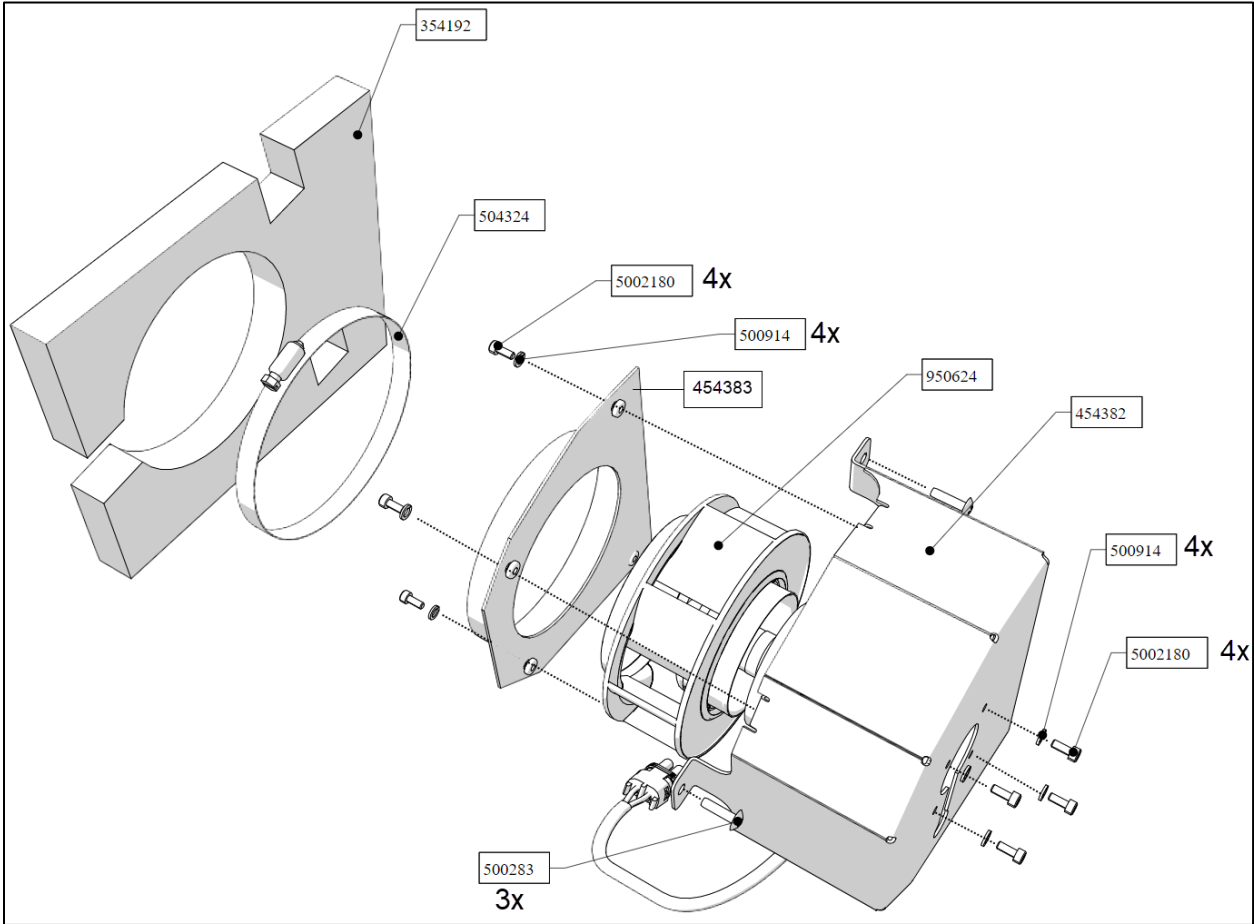

FIGURE 2: VUE EXPLOSÉE
2. Fixer le ventilateur 950624 au boîtier 454382 à l'aide de la quincaillerie identifiée à la figure 2. Serrer les vis à un couple entre 15.9 lb-po et 17.7 lb-po. **NE PAS excéder 17.7 lb-po.**
4. Fixer la bride 454383 au boîtier du ventilateur à l'aide de la quincaillerie indiquée à la Figure 2.
8. Installez l'assemblage du boîtier du ventilateur. Pré-percer trois (3) trous pilotes à travers la cloison, puis sécuriser l'assemblage à l'aide de trois (3) vis auto taraudeuses 500283.